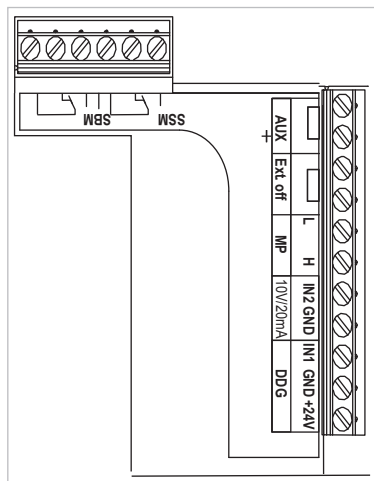

Fig. 24: Upravljačke stezaljke
- Stezaljke za slabu struju (Fig. 24)